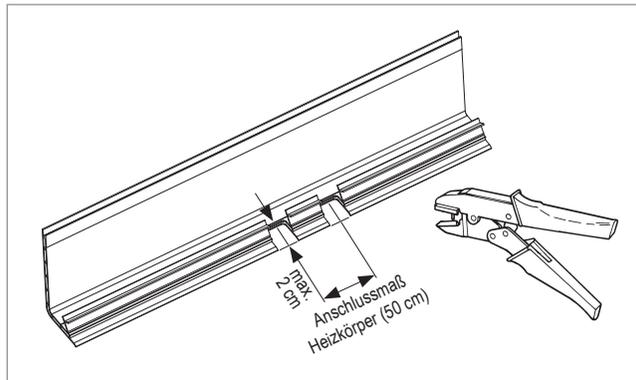

Abb. 14
- Im Bereich von Heizkörperanschlüssen die Sockelleiste gemäß Vorgabe (Abb. 14) mit Ausklinkzange vorbereiten. Ausklinken ca. bis zur Rille an der Leistenunterseite.